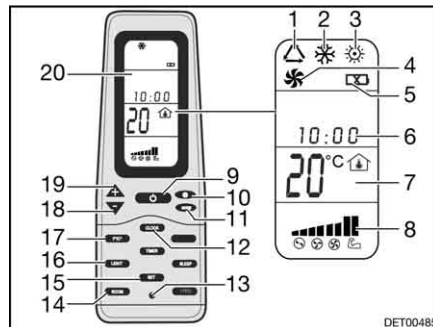

Fig. 136 Mando a distancia
- Pulsar la tecla ON/OFF (Fig. 136,9).
- Pulsar la tecla "Mode" (Fig. 136,11) las veces que sean necesarias hasta que se visualice el modo de funcionamiento deseado (Fig. 136,1, 2, 3 ó 4) en el display (Fig. 136,20).
- Ajustar la temperatura deseada con las teclas "+" (Fig. 136,19) y "-" (Fig. 136,18).
- Seleccionar la etapa deseada del ventilador con la tecla Velocidad del ventilador (Fig. 136,10).
Desconectar: ■ Pulsar la tecla ON/OFF (Fig. 136,9).